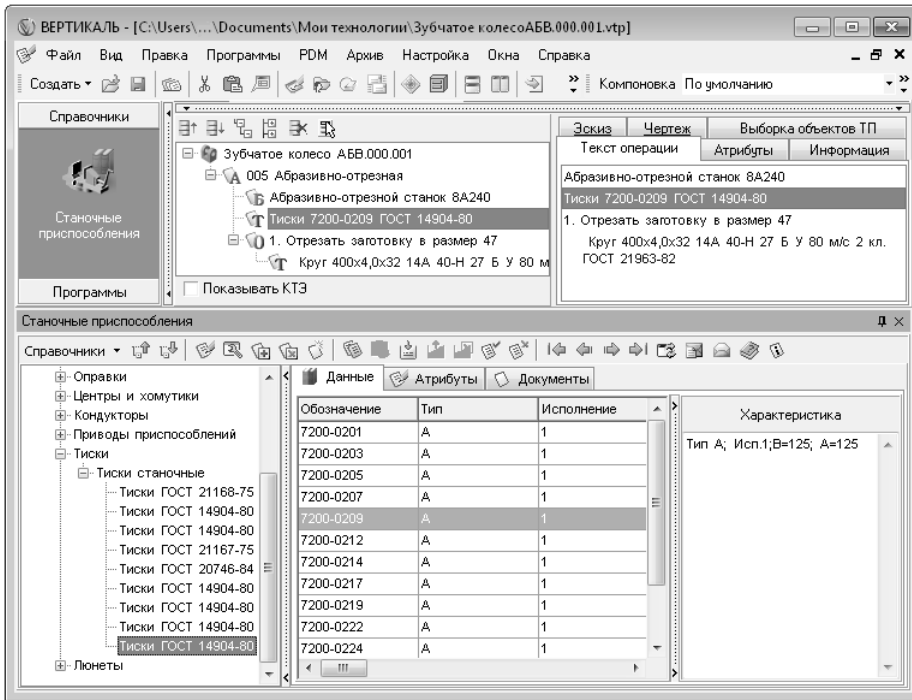

Рис. 2.9.
13. В окне с обозначением тисков выберите **7200-0209**, нажмите левую кнопку мыши и, не отпуская ее, перетащите обозначение на операцию *005 Абразивно-отрезная*. Наименование и обозначение приспособления появится в дереве после обозначения станка. Дерево ТП и текст технологии теперь выглядят так, как показано на рис. 2.9.